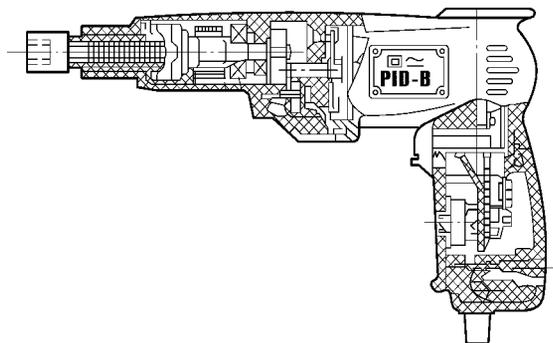

图 1-18 PIB 型单相串级电动扳手
- (1) PIB 系列单相串激电动扳手,如图 1-18 所示;
- (2) M42 三相交流电动扳手。